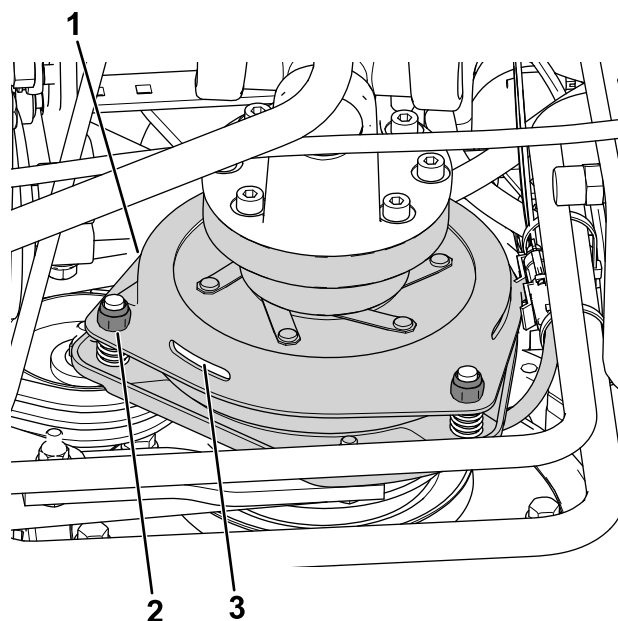

Рисунок 77
- Отрегулируйте зазор так, чтобы толщиномер на 0,3 мм мог проходить между накладкой муфты и фрикционной пластиной с легким усилием (Рисунок 77).
**Примечание:** Этот зазор можно уменьшить, поворачивая регулировочные гайки по часовой стрелке (Рисунок 77). Максимальный рабочий зазор составляет 0,6 мм. Отрегулируйте все 3 воздушных зазора так, чтобы они составляли 0,4 мм.